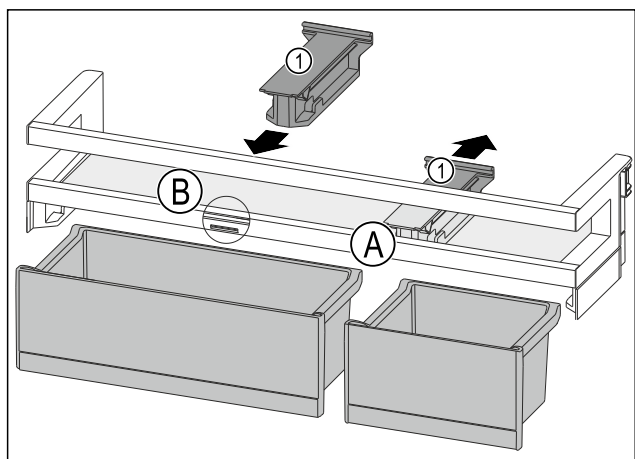

Fig. 168
- Largoni nga prapa pjesën mbajtëse Fig. 168 (1) në pozicionin Fig. 168 (A).
- Vendosni pjesën mbajtëse Fig. 168 (1) në pozicionin Fig. 168 (B).